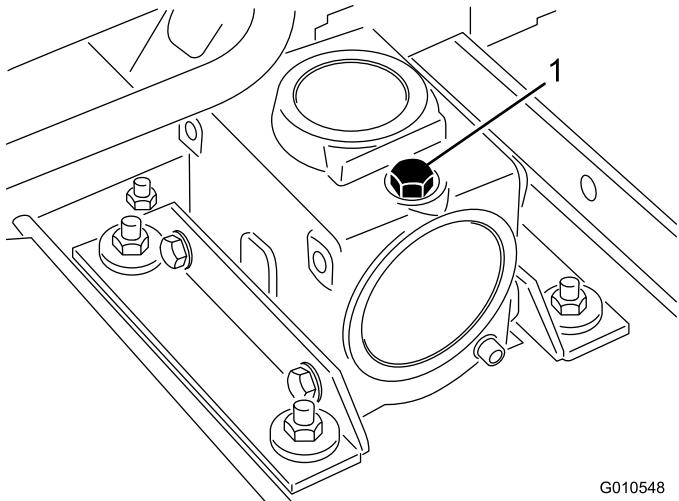

図 19
- ギアボックスの上部についているディップスティック兼給油プラグ(図 19)を取り、オイルの量が、ディップスティックについている2本のマークの間